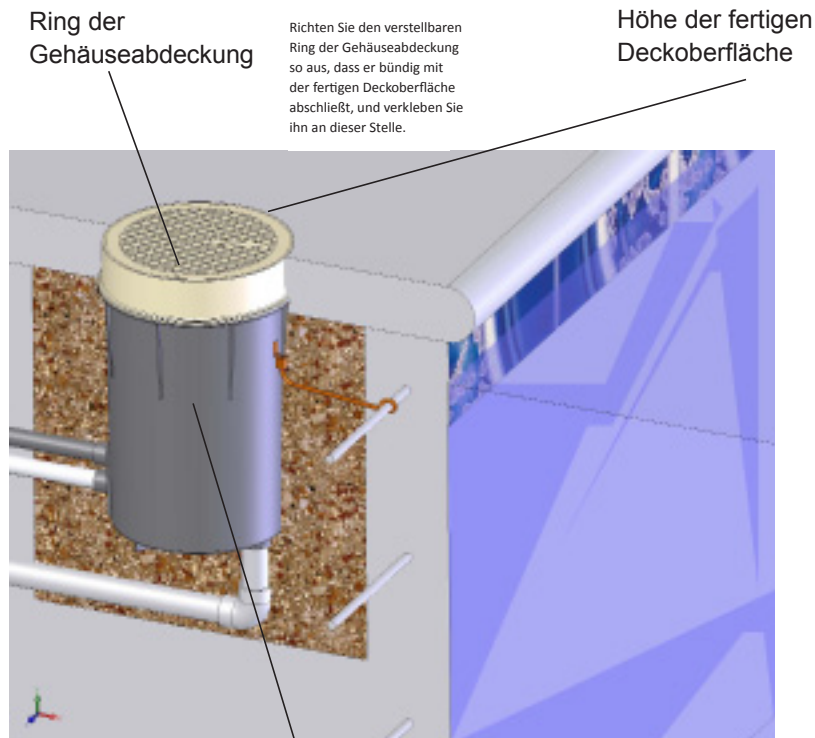

Abbildung 1 Deckgehäuse
3. Verankern Sie das Deckgehäuse so, dass sich die Oberseite des Rings der Gehäuseabdeckung auf Höhe der fertigen Deckoberfläche befindet (Abbildung 1). Der verstellbare Ring sollte so ausgerichtet sein, dass er bündig mit der fertigen Deckoberfläche abschließt. Nachdem Sie die endgültigen Ausrichtungen am Ring vorgenommen haben, kleben Sie den Ring an das Deckgehäuse.